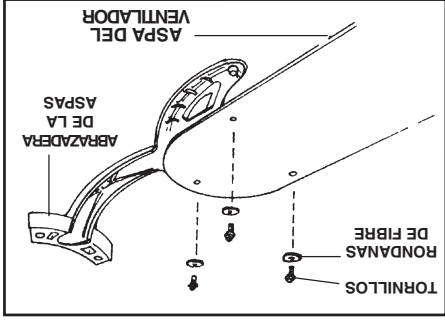

FIG. 15
Paso 1. Monte la aspa a la abrazadera de la aspa usando los tornillos y rondanas de fibra incluidos. Apriete los tornillos firmemente. Repita con todas las aspas. (Fig. 15.)